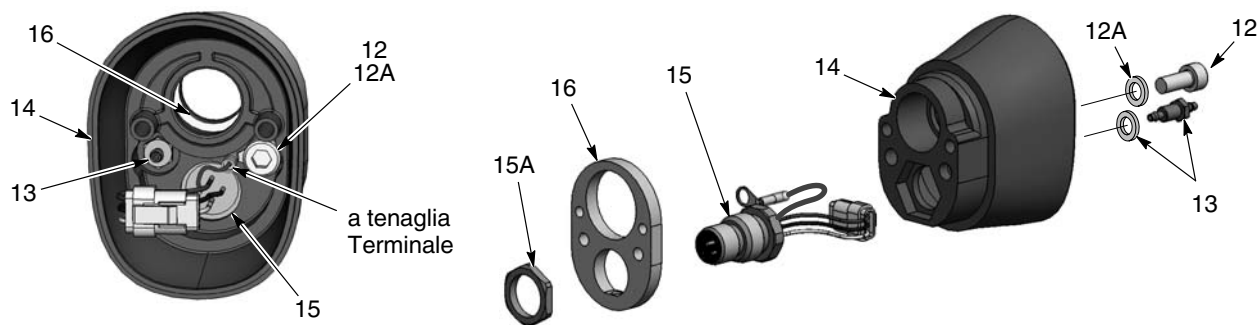

Figura 21 Smontaggio della pistola con montaggio su tubo 5 di 5
18. Vedi figura 21. Per smontare il gruppo del corpo posteriore rimuovere la vite (12) e il raccordo con bava (13) dall'interno del corpo pistola posteriore (14). Sono necessari una chiave esagonale da 3 mm e una presa profonda da 1/4 in.
19. Rimuovere il dado (15A) dall'alloggiamento, tirare via la piastra di messa a terra (16) dal corpo pistola posteriore e far avanzare il cablaggio dell'alloggiamento attraverso il corpo.